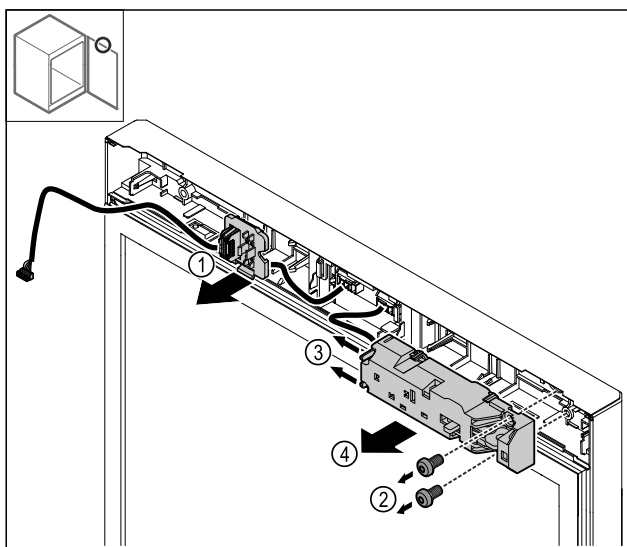

Fig. 28
- Steckerhalterung Fig. 28 (1) ausrasten.
- Schrauben Fig. 28 (2) entfernen.
- Rastnasen Fig. 28 (3) zur Seite drücken und elektrisches Schloss Fig. 28 (4) abnehmen.